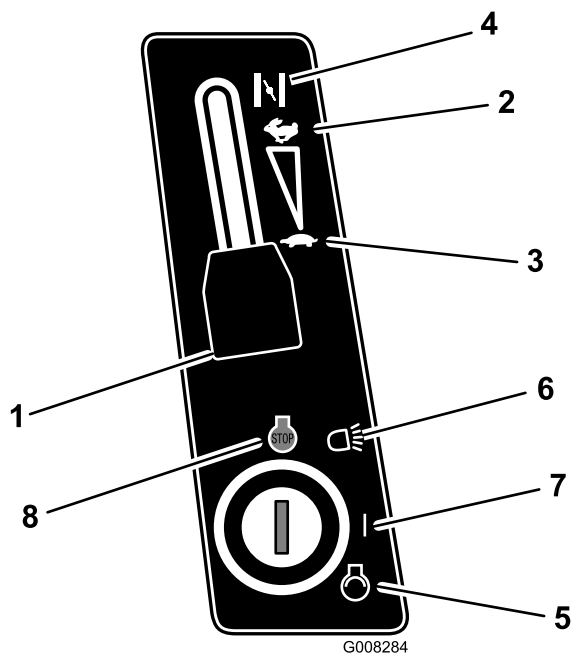

Figura 12
5. Per avviare il motore a freddo spostate la leva di comando dell'acceleratore in posizione Starter (Figura 12).
6. Portate la leva di comando dell'acceleratore in posizione Slow (Figura 12).
7. Girate la chiave di accensione in senso orario e tenetela in posizione Start (Figura 12). Rilasciatela quando il motore si accende.
8. Quando il motore è acceso, spostate lentamente la leva di controllo dell'acceleratore in posizione Fast (Figura 12).
1. Portate la leva di controllo dell'acceleratore in posizione Slow (Figura 12).
2. Girate la chiave di accensione in posizione Off (Figura 12).